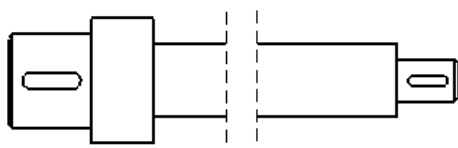

图 6.3.33 “直线切断”折断样式
- **直线切断**: 折断线为直线 (图 6.3.33)。